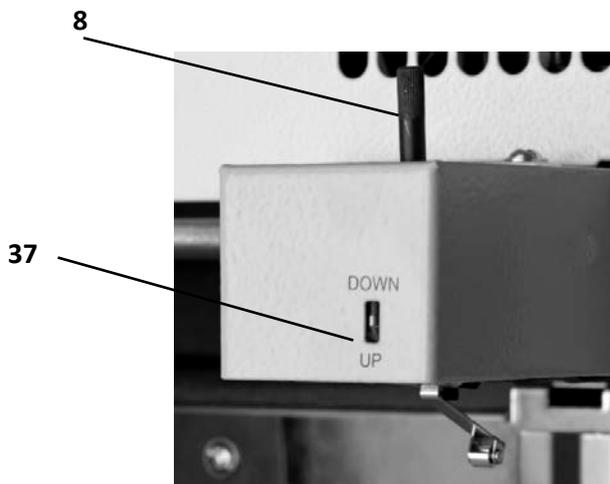

Fig. 9: Ajuste de la posición superior de la mesa de alimentación
La posición superior de la bandeja se ajusta con el tornillo de regulación de la bandeja (8). Por defecto la aguja (37) está más o menos en el centro del agujero (Fig. 9). La posición superior de la bandeja se cambia, por ejemplo, en el caso de que se necesite eliminar la ondulación del papel. El ajuste se realiza también con el cambio del espesor del papel. Con papel más grueso, la posición superior de la bandeja estará más cerca del cabezal de alimentación. Utilice el tornillo de regulación para mover el marcador hacia la posición UP.